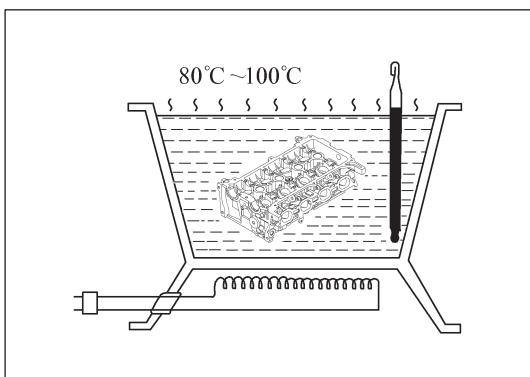

Рис. 12-3-32. Нагрев головки цилиндров
(1) Замена направляющей втулки клапана
a) Погрузить головку блока цилиндров в воду и постепенно нагреть ее до 80~100°C, как изображено на рис. 12-3-32.